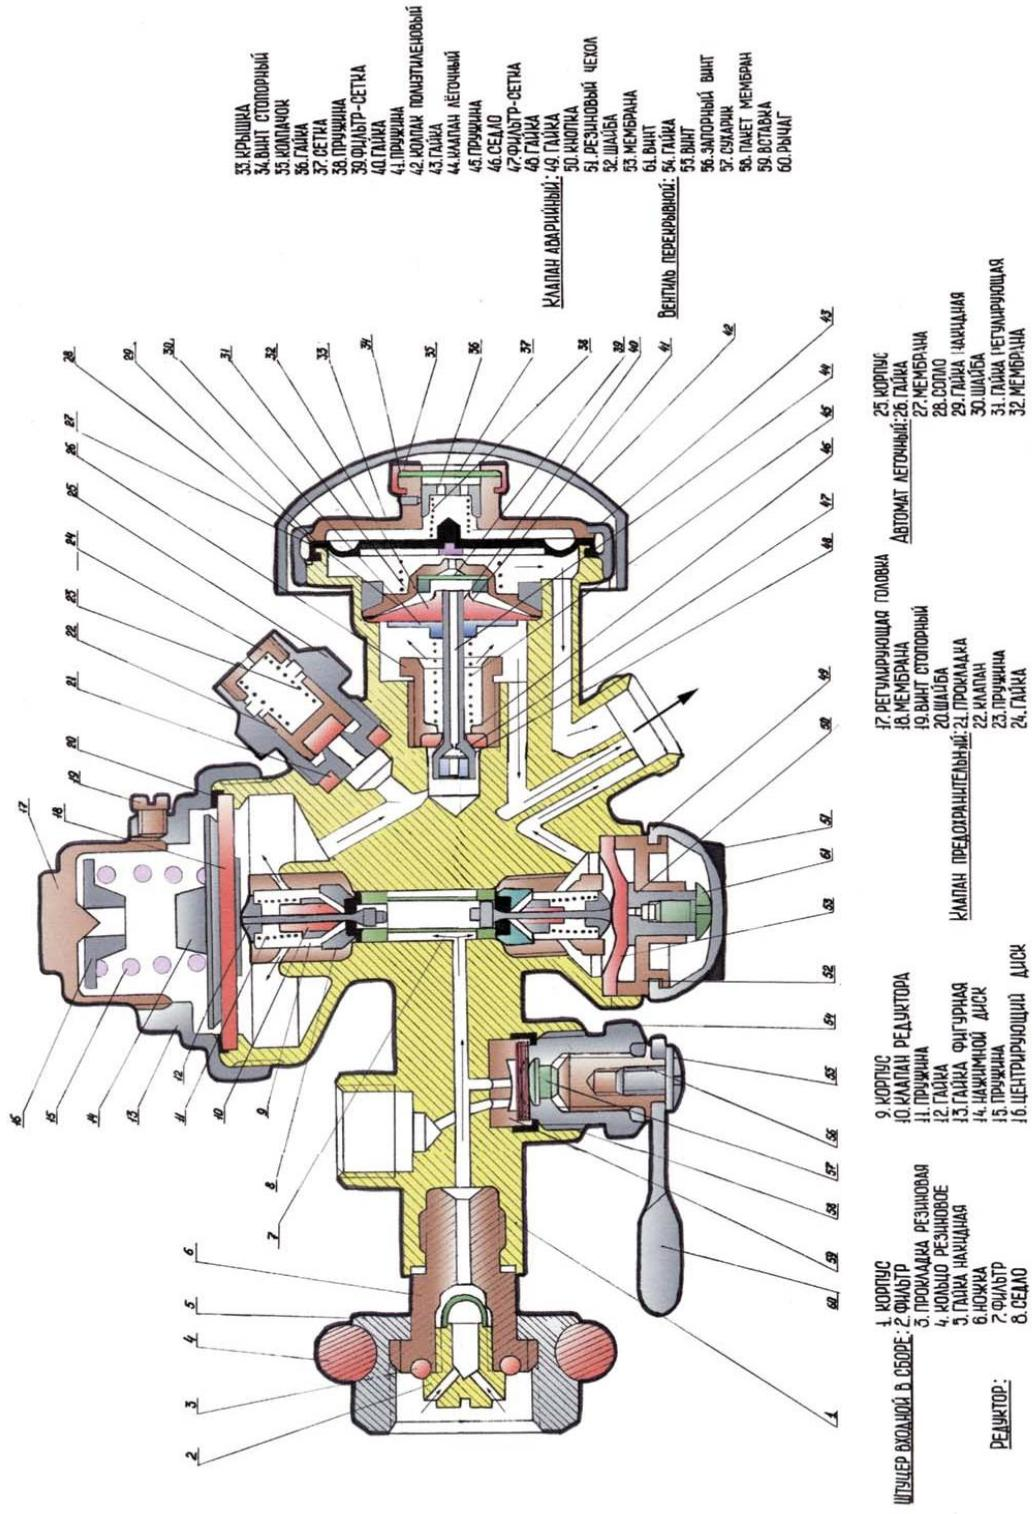

Рисунок 7 – Блок кислородораспределительный
Разберите и проверьте кислородораспределительный узел в такой последовательности. Вывинтите стопорный винт 19 (рис. 7), регулирующую головку 17, извлеките диск 16 и пружину 15, вывинтите фигурную гайку 13, извлеките нажимной диск 14, шайбу 20 и мембранию 18. Затем вывинтите клапанное устройство и извлеките фильтр 7. Клапанное устройство разборке не подлежит, при неисправности замените его новым.
МПа ($180 \text{ кгс}/\text{см}^2$) с помощью тлеющего фитилька убедитесь в отсутствии утечки кислорода из каналов байпаса и легочного автомата. Присоедините моноблок к прибору УКП-5 (рис. 8). После этого отрегулируйте в начале редуктор моноблока на вторичное давление $0,4 \text{ МПа}$ ($4 \text{ кгс}/\text{см}^2$) и при давлении в баллоне $20 \text{ МПа} \pm 1 \text{ МПа}$ ($200 \text{ кгс}/\text{см}^2 \pm 10 \text{ кгс}/\text{м}^2$) контрольным прибором определите величину постоянной подачи кислорода, которая должна быть равна $1,4 \text{ дм}^3/\text{мин} \pm 0,1 \text{ дм}^3/\text{мин}$. Если величина подачи кислорода выходит за указанные пределы, произведите ее регулировку вращением головки редуктора 17 (рис. 7) и стопорным винтом 19 зафиксируйте положение головки.
9.2.1 Соберите отдельно (вне ранца респиратора) кислородоподающую систему и проверьте ее герметичность при давлении кислорода в баллоне 20,0 МПа $\pm 1,0$ МПа ($200 \text{ кгс/см}^2 \pm 10 \text{ кгс/см}^2$). Для этого присоедините к баллону кислородораспределительный блок вместе с капиллярной трубкой и манометром. При этом внимательно осмотрите резиновую прокладку 3 (рис. 7), которая не должна иметь повреждений или вздутий. Соединяемые поверхности должны быть чистыми. Поврежденную прокладку замените новой, а снятую во избежание повторного применения уничтожьте. Накидная гайка 5 должна свободно навинчиваться на штуцер баллона без применения ключа.